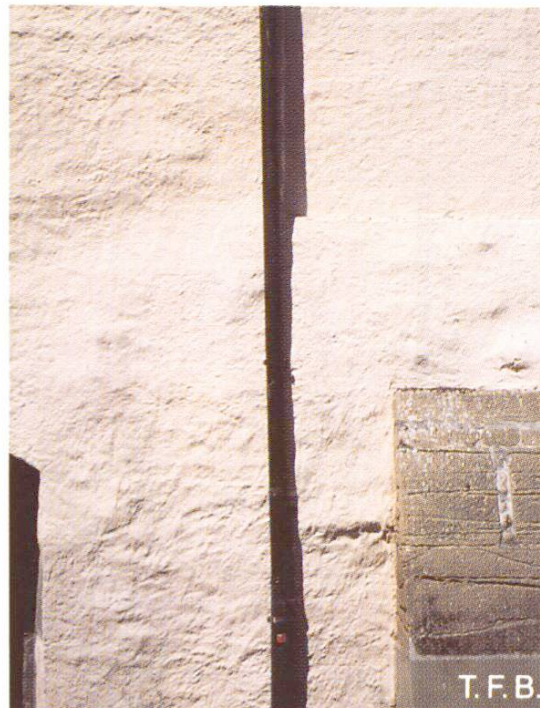

Abb. 12 Abgesackter Verputz, gestrichen (Schloss Bolligen, Bern 1982).
**Grundputz abgeseckt.** Der gleichmässig angeworfene Mörtel wird mit einem faustgrossen Juteballen so bearbeitet, dass eine geschlossene, aber unebene Oberfläche entsteht. Sie kann roh belassen oder gestrichen werden (Abb. 12).